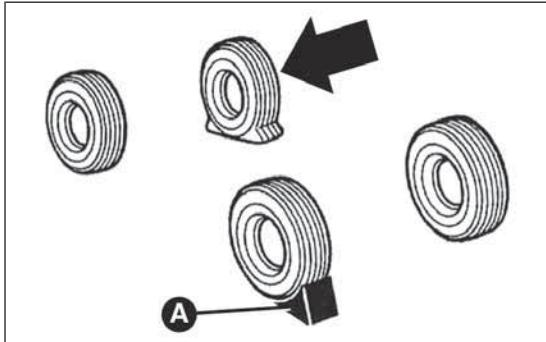

fig. 35
- posizionare il cuneo posteriormente, sulla ruota diagonalmente opposta a quella da sostituire (vedere fig. 35) in modo da prevenire movimentazioni della vettura quando questa è sollevata da terra;